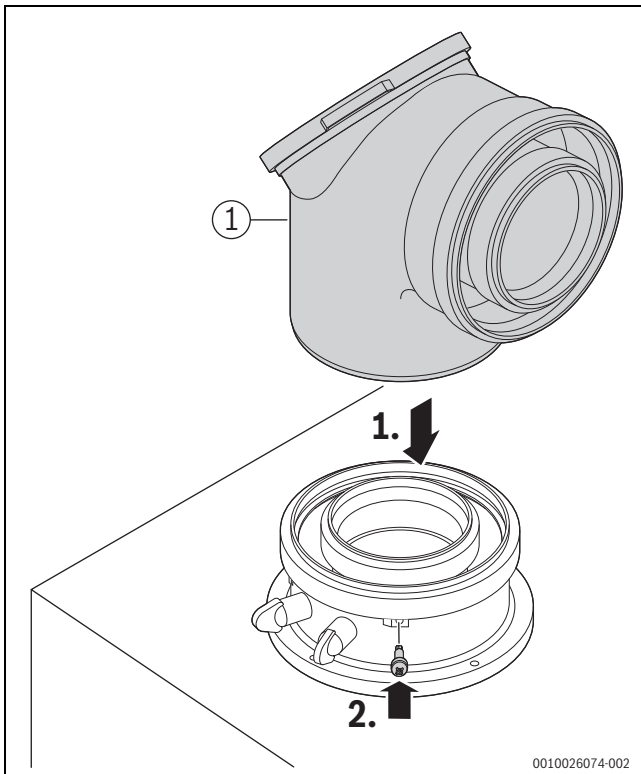

Bild 84 Abgaszubehör einsetzen und mit Schraube sichern
- Abgaszubehör anschließen (→ Bild 84, [1]). Dabei die Installationsanleitung des Abgaszubehörs beachten.